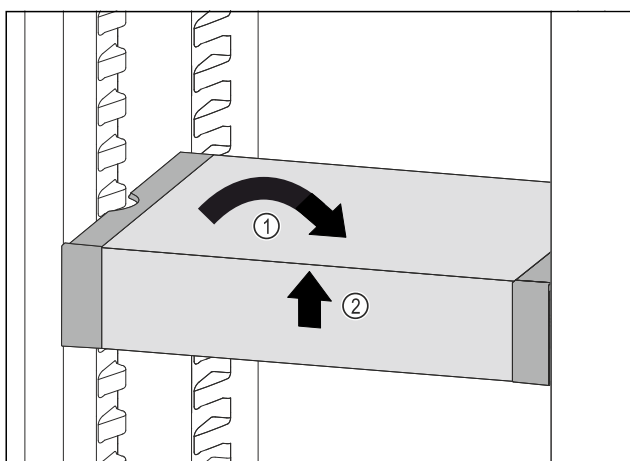

Fig. 143
- Установите VarioSafe прямо. Fig. 143 (1)
- Приподнимите VarioSafe спереди. Fig. 143 (2)